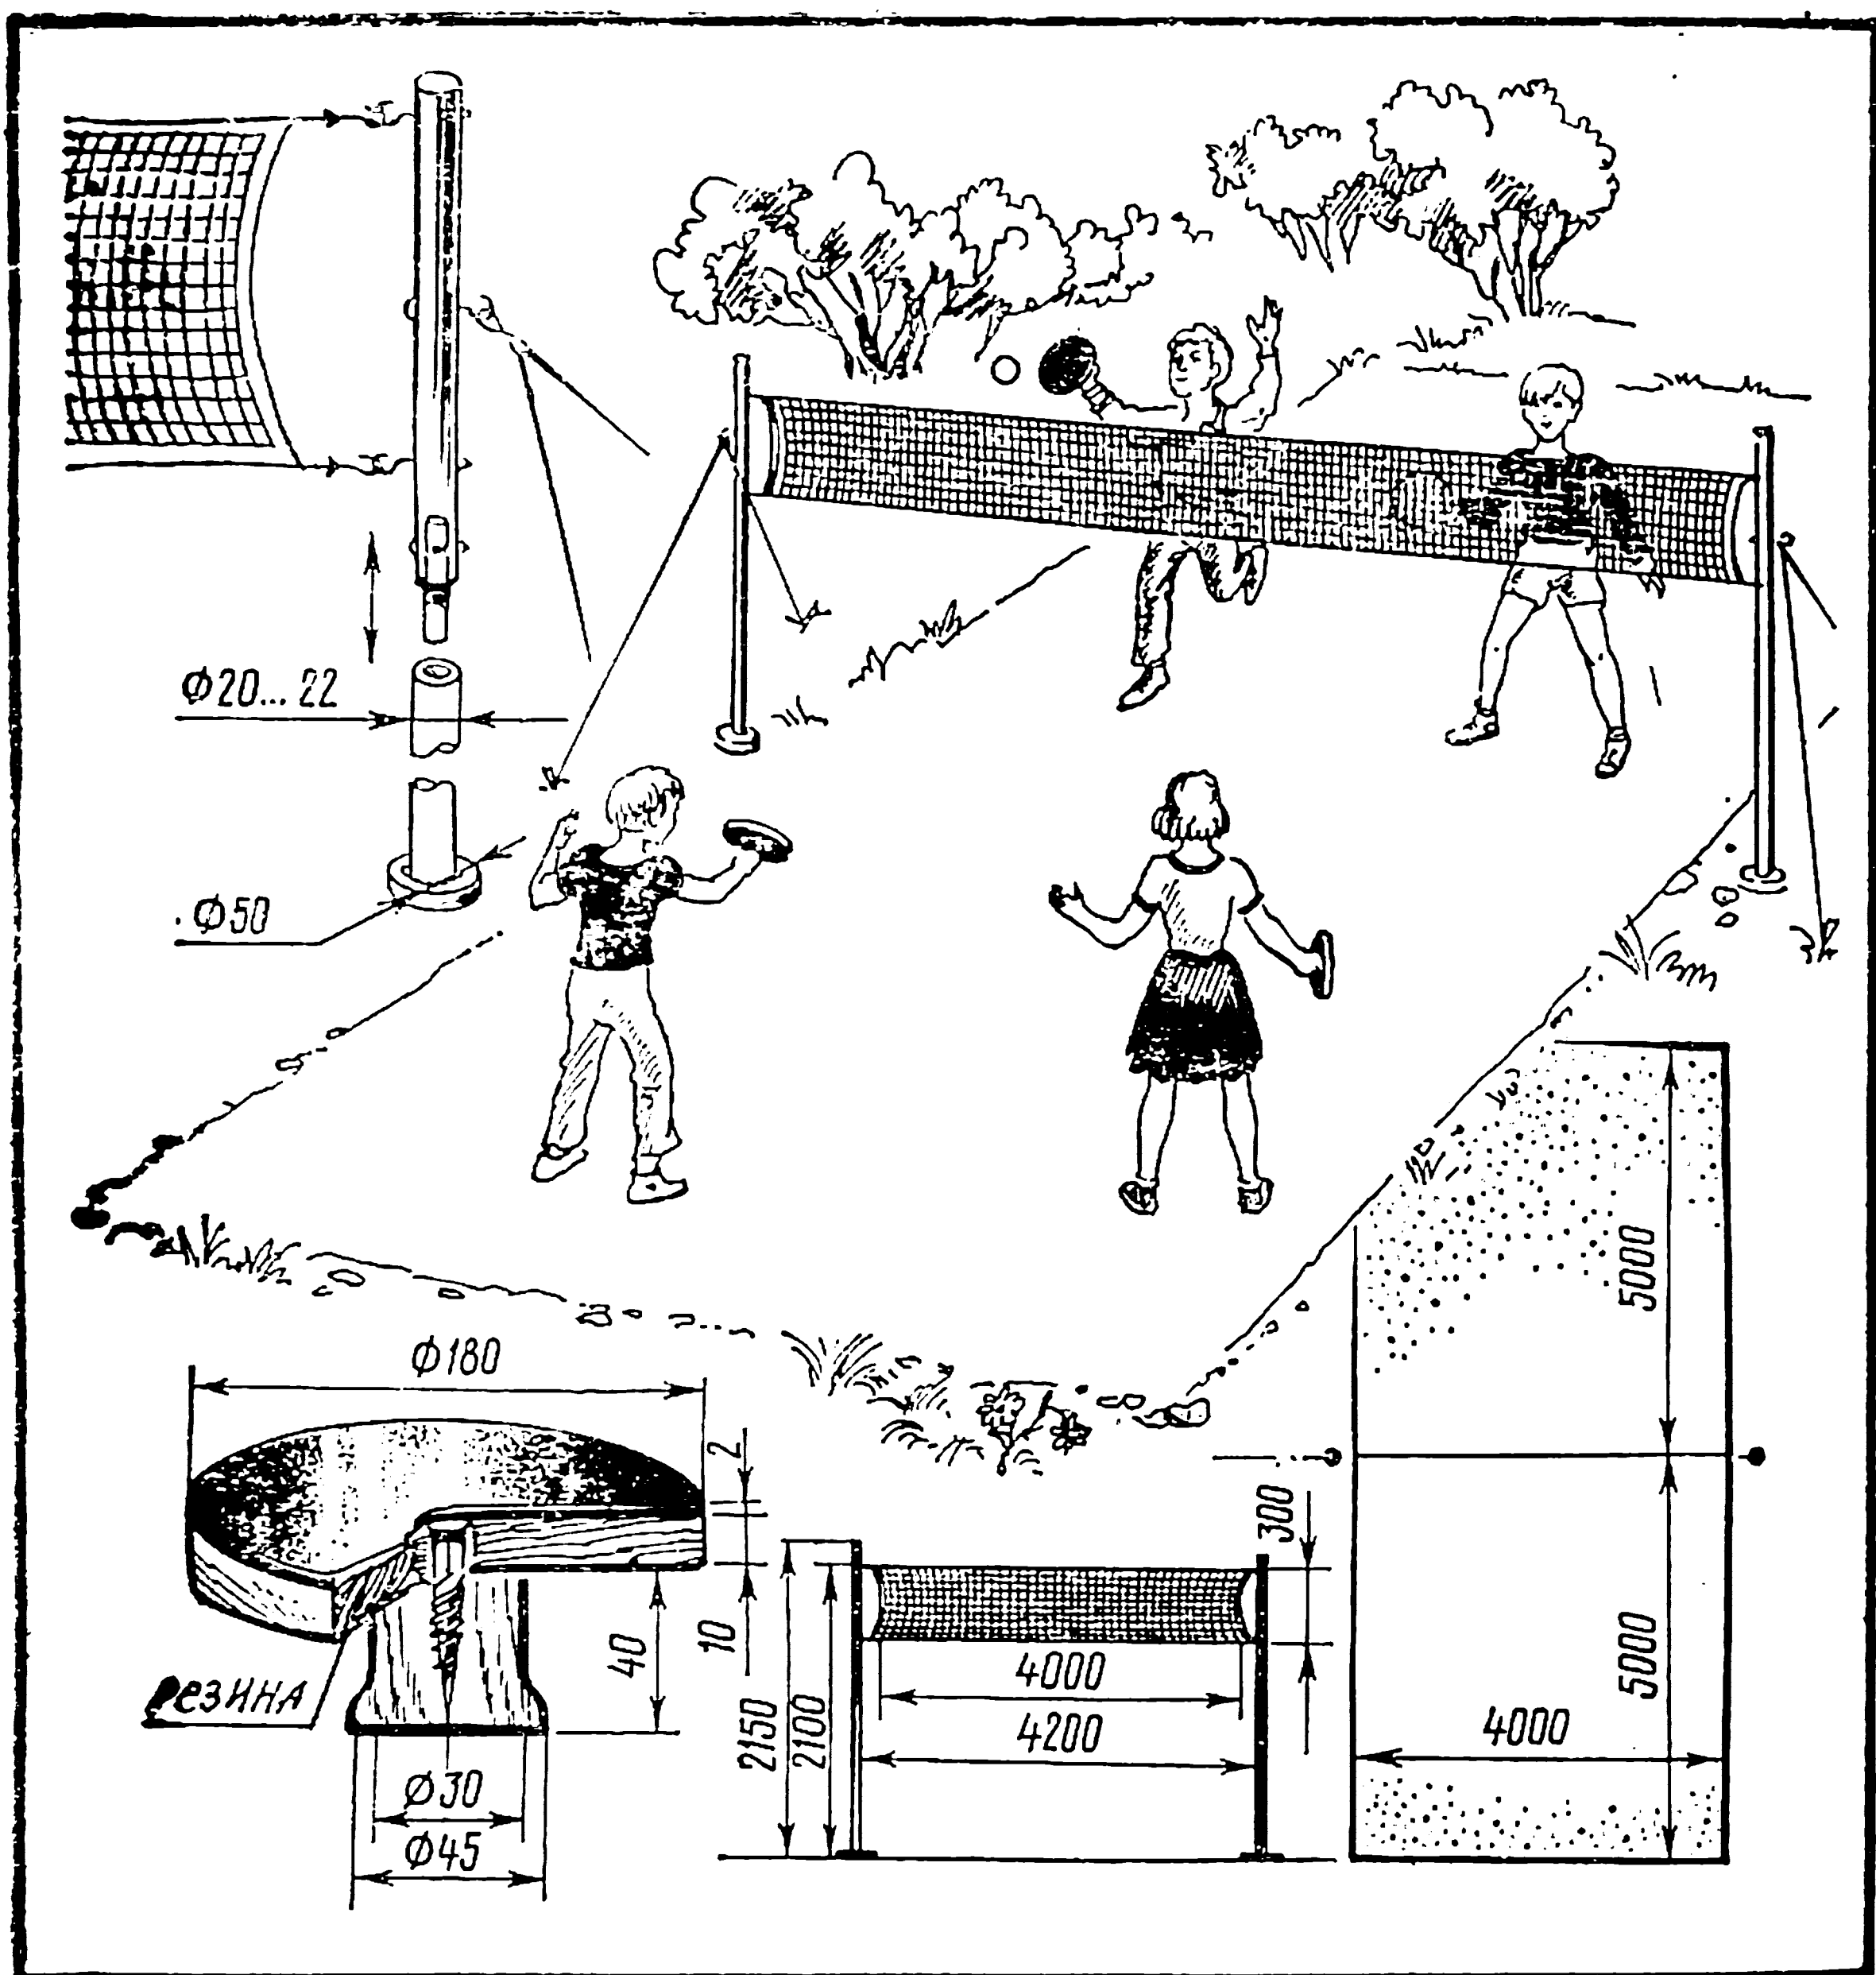

Рис. 13.
**Волейбольный теннис.** Об этой игре, которую вы видите на рис. 13, знают немногие. Родилась она в Венгрии совсем недавно и состоит из элементов уже известных игр. Судите сами: правила для этой игры взяты из волейбола, сетка — как в бадминтоне, а ракетки похожи на ракетки для настольного тенниса. И получилась новая игра. В этом вы можете убедиться, если хоть раз попробуете сыграть в волейбольный теннис. Играть можно на лужайке, в лесу на полянке или на школьном дворе — один на один или команда на команду. Правила — как в волейболе.
Стойки должны быть разборными — так их удобнее будет переносить. Сделайте их из отрезков дюралюминиевых трубок диаметром 30—42 мм и стержней-переходников (см. рис. 13). К растяжкам и стойкам прикрепите крючки, выгнутые из проволоки диаметром 5—6 мм.